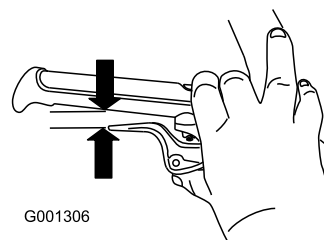

Рисунок 8
4. Полностью прижмите рычаг к рукоятке, затем проверьте зазор между нижней точкой рукоятки и концом рычага муфты свободного хода (Рисунок 8).